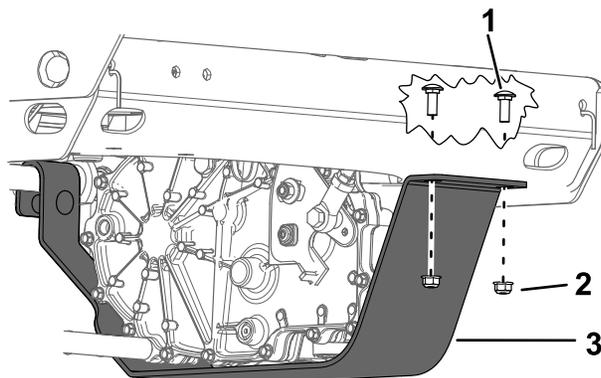

Рисунок 62
4. Отверните 2 болта с гайками с ограждений коробки передач (Рисунок 62).